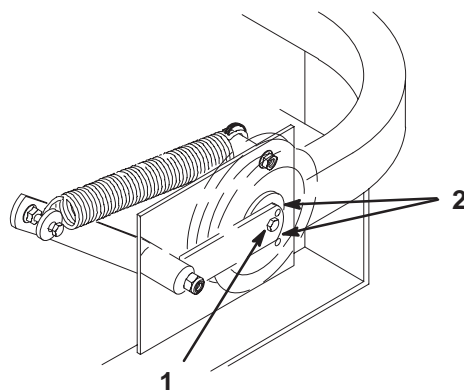

Figure 67
8. Vérifiez la tension de la courroie. Le boulon central de la poulie de tension rappelée par ressort doit se trouver entre les deux trous d'alignement de la plaque de support gauche (Fig.67).
10. Vérifiez de nouveau la tension de la courroie. Le boulon central de la poulie de tension rappelée par ressort doit se trouver entre les deux trous d'alignement de la plaque de support gauche (Fig. 67). Réglez au besoin et serrez toute la visserie solidement.